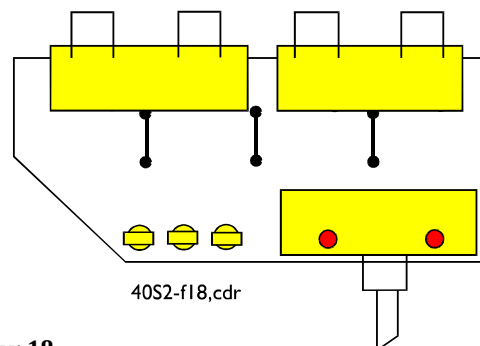

Figuur 16
14. Monteer de Alps-potentiometer plus PCB in de kast, waarbij de PCB plus pootjes naar de bodemplaat moeten wijzen (Zie figuur 16). Draai de moer van de volumeregelaar goed stevig vast om meedraaien (loszitten) van de regelaar te voorkomen.
15. Zie nu figuur 16. Monteer de draden van de ingangsprint naar de oogjes van de ALPS-PCB en soldeer ze vast.
16. Knip twee stukjes groen draad en twee stukjes zwart draad van ongeveer 7 cm af voor de verbinding van de volumeregelaar plus print naar de hoofdprint, en maak de draaduiteinden blank door de isolatie weg te strippen. Soldeer nu deze draden volgens de tekening van figuur 16.